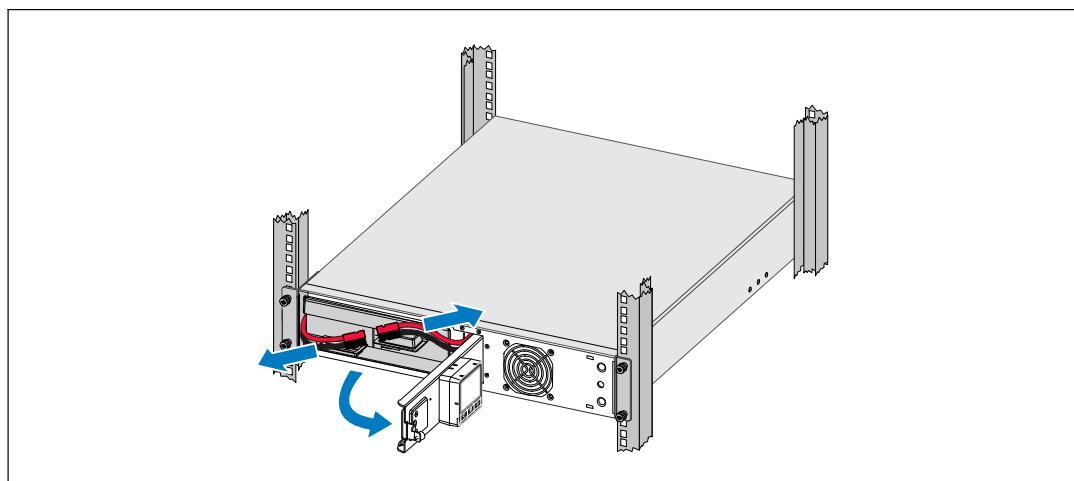

図36. 内臓バッテリーのコネクタの外し方
**5** 内臓バッテリーのコネクタを外します (図36を参照)。